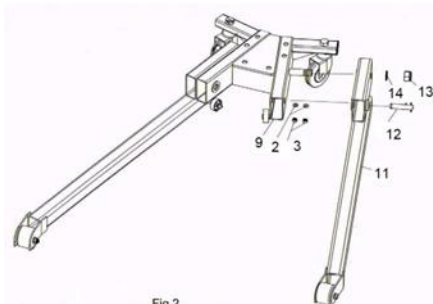

Fig.2
Fixer les 2 parties du châssis(11) à la base (9) en utilisant les axes (12), les rondelles plates (2) et les écrou freins (3), et les visser à la base avec les écrous freins (13) et les rondelles (14) comme indiqué sur la figure 2.